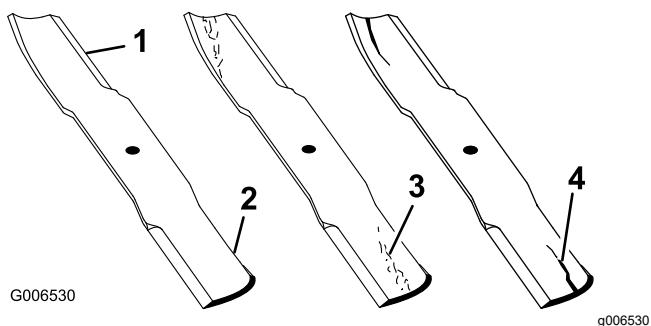

Figura 92
1. Inspeccione los filos de corte (Figura 92).
4. Si observa fisuras, desgaste o la formación de una ranura en esta zona, instale de inmediato una cuchilla nueva (Figura 92).